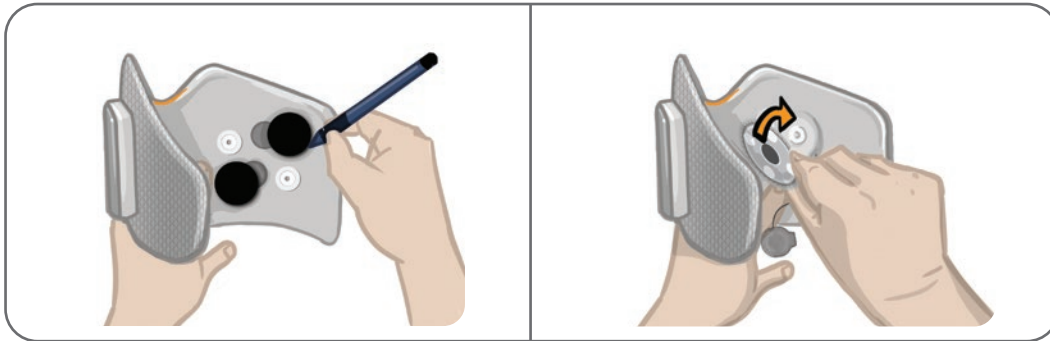

Figura 11-8: Marcatura della posizione delle basi per elettrodi (sinistra)
1. Rimuovere i copricavi e marcare con un pennarello indelebile, sul rivestimento del gambale/ cosciale, la posizione delle basi per elettrodi utilizzate (Figura 11-8).
2. Scollegare gli agganci delle basi per elettrodi dai fori di connessione (Figura 11-8).